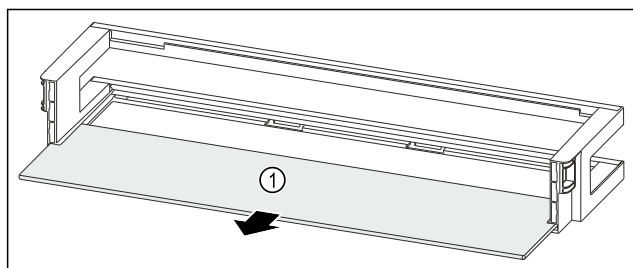

Fig. 91 Raft montat pe ușă cu raft
- ▶ Extrageți raftul Fig. 91 (1).